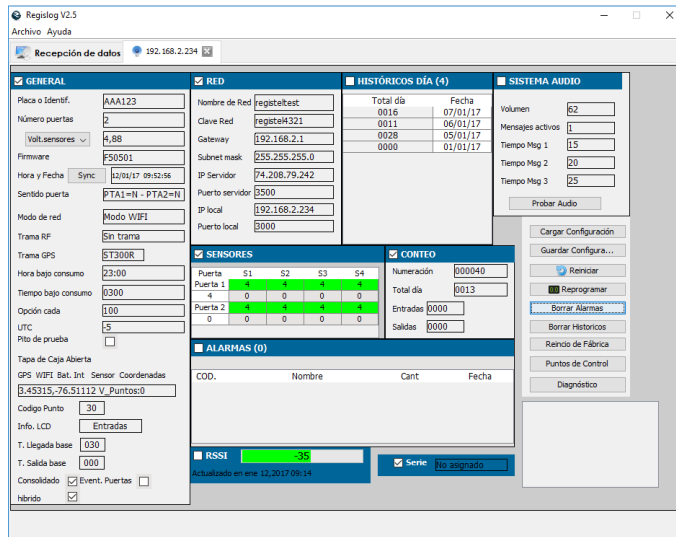

Figura 27
Esta opción aplica para Regisbus híbrido, este dispositivo de conteo trabaja de forma más básica que el Regisbus V5, debido a que trabaja solo con (4) sensores por cada puerta, solo mostrara información en la numeración y total día, no cuenta entradas ni salidas, su forma de visualización es la siguiente, (ver figura 27).